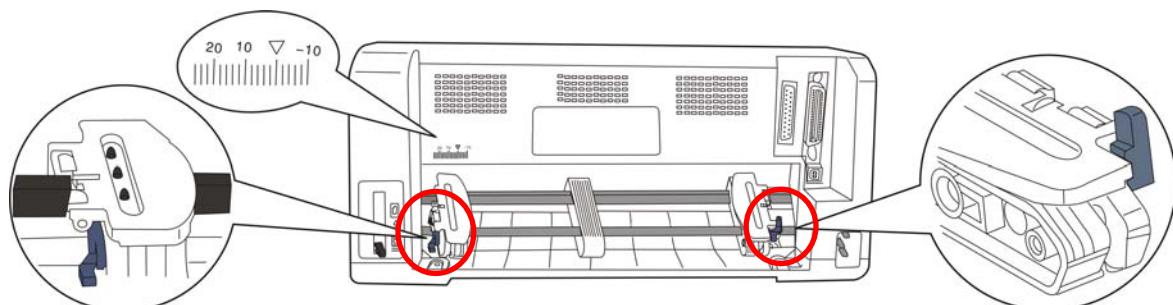

图 3-9 调整链轮位置
4. 将拖纸器左链轮移至左边适当位置（“ ∇ ”位置表示横向起始打印位置）。按下拖纸器左链轮的链轮锁定杆以锁定左链轮。将拖纸器右链轮移至适当位置（如图 3-9 所示）。